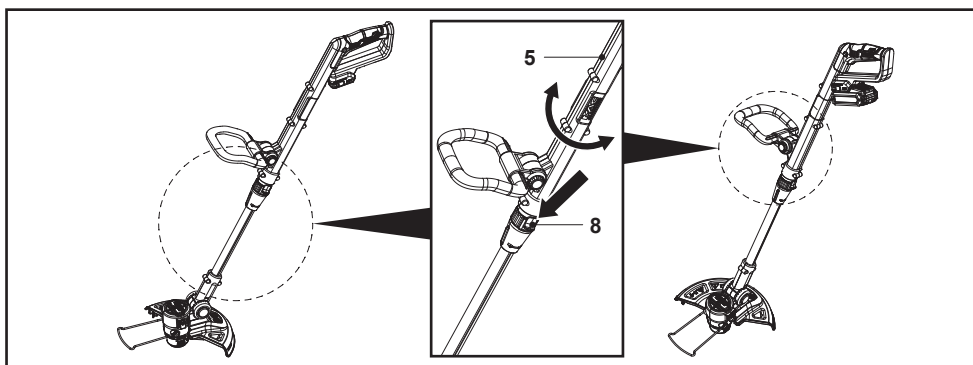

Rys. 5
1. Poluzować blokadę rury przedłużającej (9), obracając ją w kierunku odblokowania  (rys. 5).
2. Wyregulować rurę przedłużającą (10) (rys. 5).
3. Dokręcić blokadę rury przedłużającej (9), obracając ją w kierunku zablokowania  (rys. 5).
4. Upewnić się, że rura przedłużająca (10) jest zablokowana.